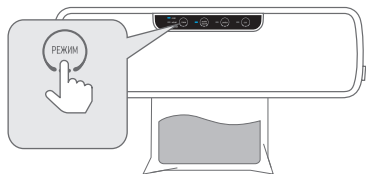

Рис. 3
5. Выберите режим с помощью кнопки (1): сухой, мягкий, влажный (Рис. 3).